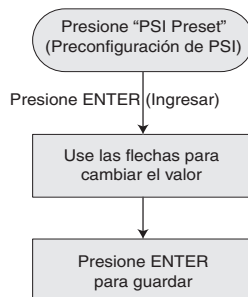

Figura 14 - Cambiar el punto de referencia de PSI utilizando la preconfiguración de PSI.
2. A través de la configuración predeterminada de PSI (ver en figura 14).